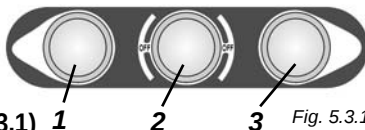

Fig. 5.3.1
5.3 - Control de funcionamiento del botón de detención (fig. 5.3.1)
Cuando la máquina está conectada a la red de alimentación, y los utensilios están en movimiento, pulsar el botón de detención "2" Fig. 5.3.1. La máquina se debe parar.
5.4 - Puesta en marcha de la máquina (fig. 5.3.1)
Para poner en marcha la máquina, pulsar el botón de marcha "1" Fig. 5.3.1 después de haber conectado correctamente el enchufe de la máquina en el toma de corriente, la misma se acciona.
5.5 - Detención de la máquina (fig. 5.3.1)
Para detener la máquina, pulsar el botón de detención, "2" Fig. 5.3.1 y la máquina se detiene.